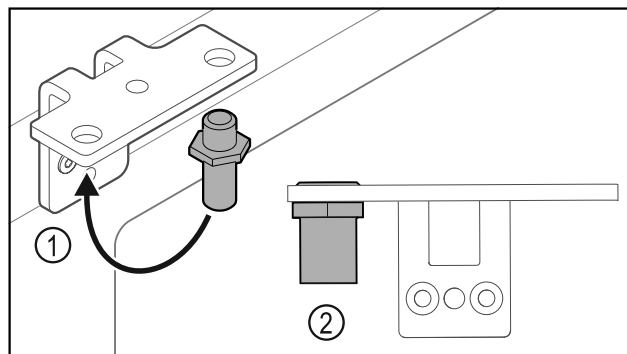

Fig. 31
- ▶ Premjestite svornjake Fig. 31 (1) u kutnim šarkama.
- ▶ Pritegnite svornjake Fig. 31 (2) **okretnim momentom od 12 Nm.**